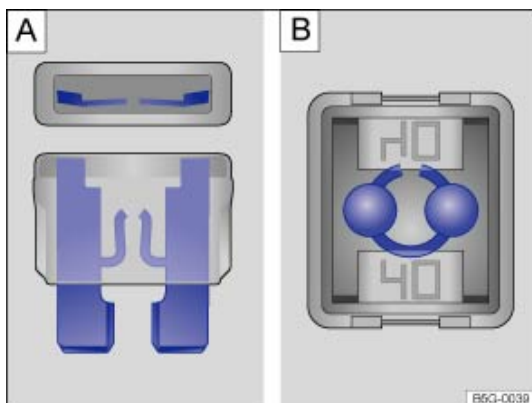

Fig. 242 Fusible grillé : A : fusible enfichable plat, B : fusible-bloc.
- Un *fusible enfichable plat* (ATO®, MINI®) grillé est reconnaissable à la bande de métal fondu visible par le haut et le côté du boîtier transparent → Fig. 242 A.
- Lorsqu'un *fusible-bloc* (JCASE®) est grillé, la bande de métal fondu est visible par le haut à travers le boîtier transparent → Fig. 242 B.